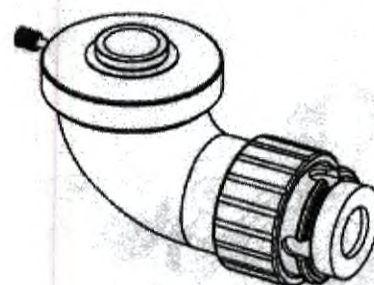

Рис. 24
10.5 Адаптер для CCD камеры (рис. 24)